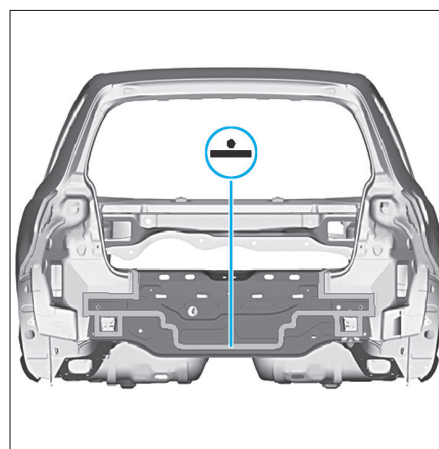

FIG. 143
- Contrôler l'ajustement par rapport aux pièces rapportées (Fig.143).